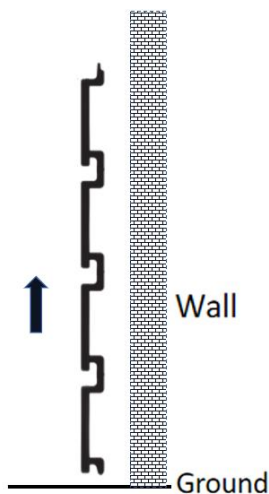

Figure 1
1. Die Lamellenwandpaneele werden in der in Abbildung 1 dargestellten Richtung montiert .